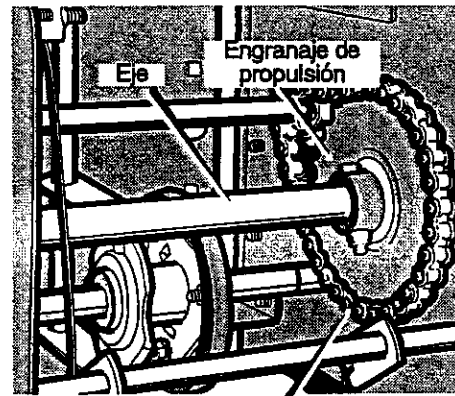

Figura 86
7. Quite los sujetadores que fijan el engranaje de propulsión al eje (Figura 86).
16. Instale la llanta izquierda, el eje y el engranaje de propulsión con los sujetadores que quitó antes. Instale la cadena en el engranaje de propulsión (Figura 86).